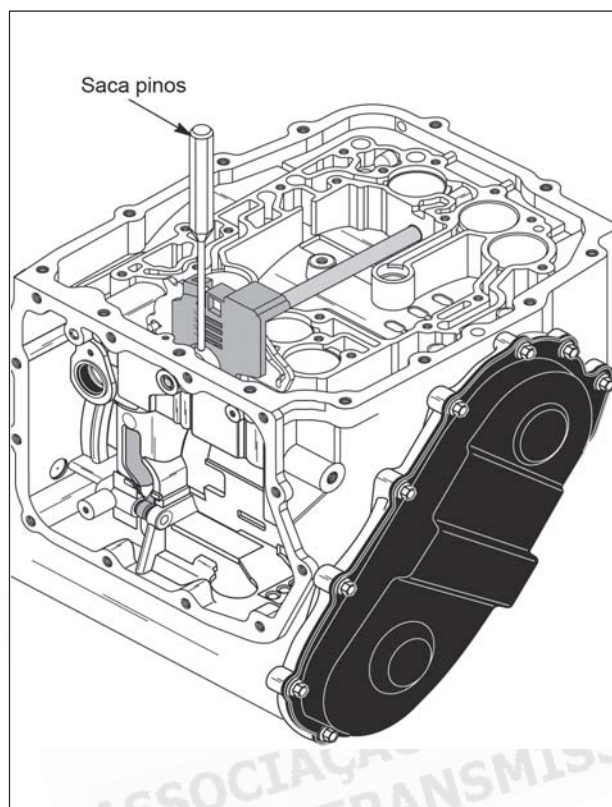

Figura 56
30. Remova o pino do eixo manual de dentro da alavanca de retenção, utilizando um saca pinos adequado, de acordo com a figura 56.